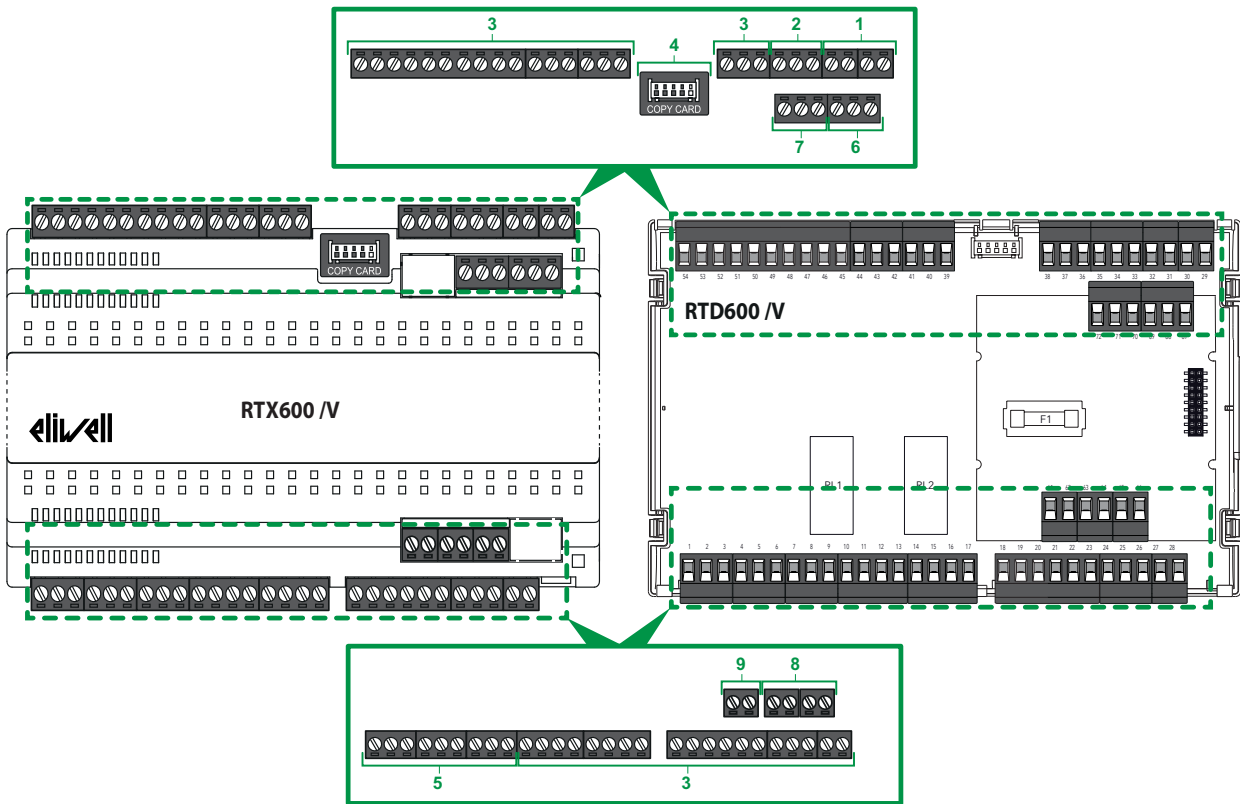

Fig. 4. Componenti principali RTX-RTD 600 /V
**NOTA:** Nella Fig. 4 a pag. 16 il dispositivo RTX-RTD 600 /V ha i connettori sconnettibili montati.